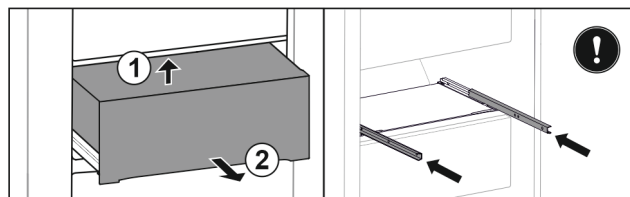

Fig. 135
- ▶ Приподнимите выдвижной ящик сзади снизу. Fig. 135 (1)
- ▶ Извлеките выдвижной ящик движением вперед. Fig. 135 (2)